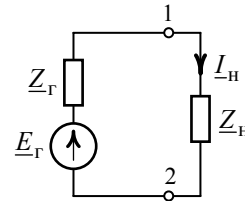

Рис. 8.13
1. Применим теорему об эквивалентном генераторе и согласно схеме рис. 8.13 выполним расчет тока \underline{I}_H в нагрузочном сопротивлении \underline{Z}_H как